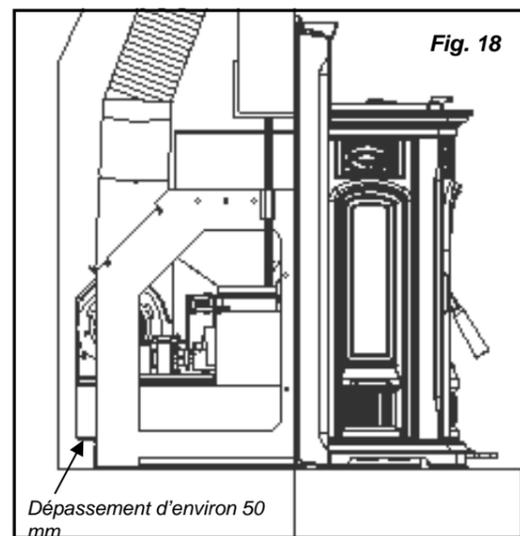

Fig. 18
2. S'assurer que l'âtre est suffisamment grand pour recevoir l'appareil (Voir Fig. 18). En cas d'installation dans de petites cheminées, présenter préalablement le support pour vérifier l'encombrement. Nota : le poêle dépasse de la face arrière du support.